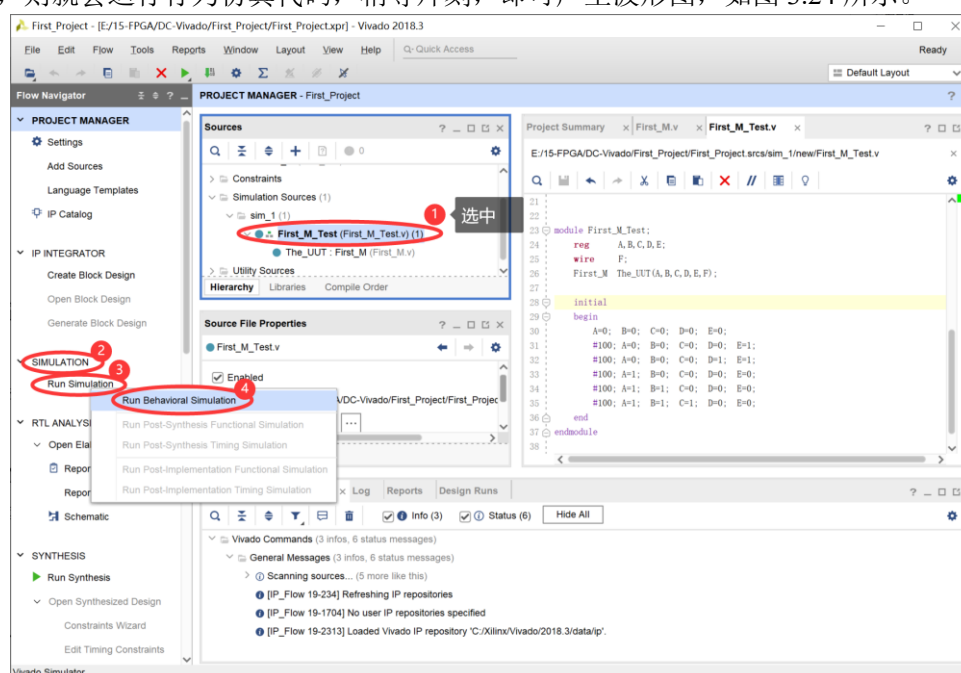
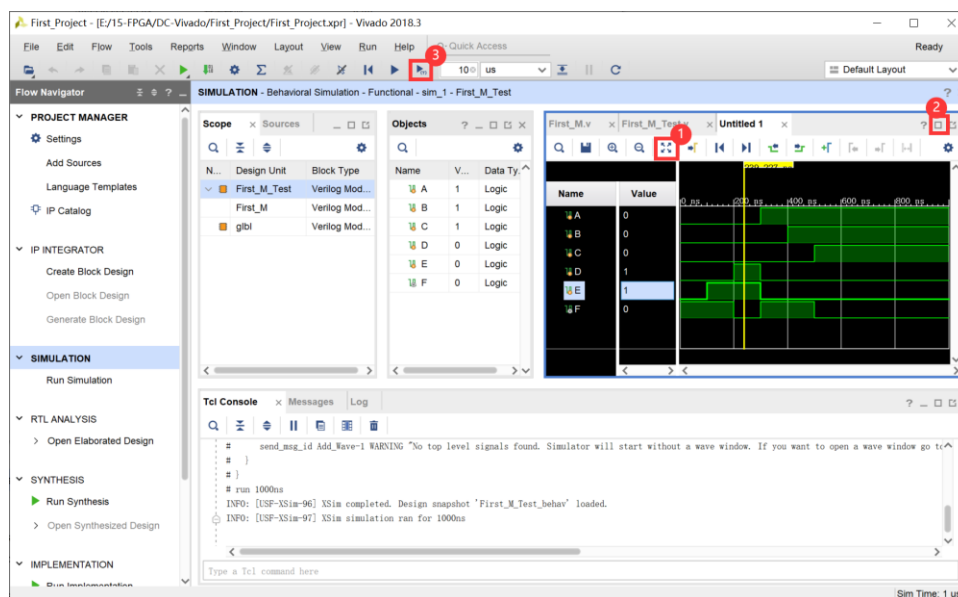

图3.23 运行行为仿真
图3.24 仿真波形图
(5) 行为仿真。首先在“Sources”子窗口中选中仿真顶层模块 First_M_Test，然后工程导航栏中，依次单击“SIMULATION→Run Simulation→Run Behavioral Simulation”，如图 3.23 所示，则就会运行行为仿真代码，稍等片刻，即可产生波形图，如图 3.24 所示。
初始仿真波形为直线，在图 3.24 上，单击“Zoom Fit”图标 ，即可放大波形；单击波形窗口的最大化图标 ，可以隐藏“Scope”、“Objects”、“Tcl Console”等子窗口，让仿真波形窗口最大化；默认波形显示 1000ns，可以单击“Run for 10 us”图标 ，产生更多的波形，其中再运行产生波形的时间“10”和“us”是由该图标右侧的输入框和下拉框指定的。
可以拖动图 3.24 上的黄线，在左边查看各变量的值，也可以直接观察波形，据此分析在当前输入下，输出是否正确。例如：在 0ns 时，ABCDE=00000，F=1；100ns 时，ABCDE=00001，F=1；200ns 时，ABCDE=00011，F=0；300ns 时，ABCDE=10000，F=1；400ns 时，ABCDE=11000，F=1；500ns 时，ABCDE=11100，F=0；显然，均符合 $F = \overline{ABC} + \overline{DE}$ 的逻辑关系。